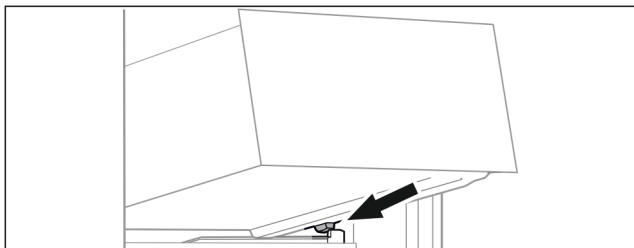

Fig. 55
- ▶ Наклоняя вниз, установите выдвижной ящик за стопоры на контейнерное ребро. (см. Fig. 55)